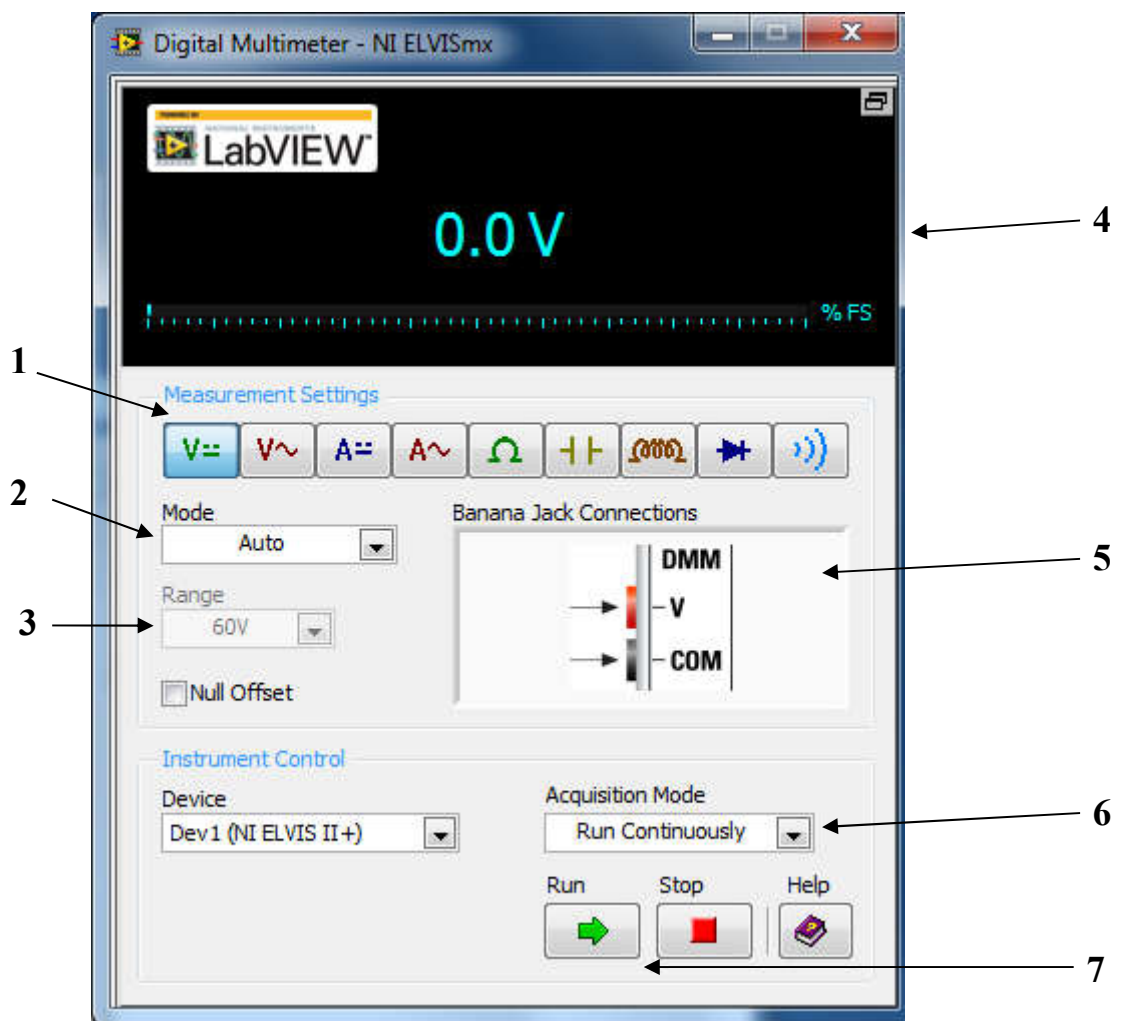

Рисунок 3.2 – Пользовательский интерфейс мультиметра стенда NIELVISII
3.3 В открывшемся окне будут располагаться основные элементы управления мультиметром (рисунок 3.2)